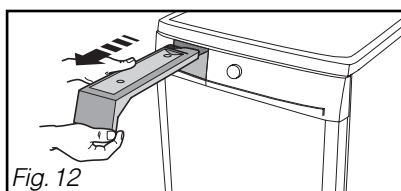

Fig. 12
- Pour le vider, dégagez-le de son logement en le tirant vers vous (Fig. 12).